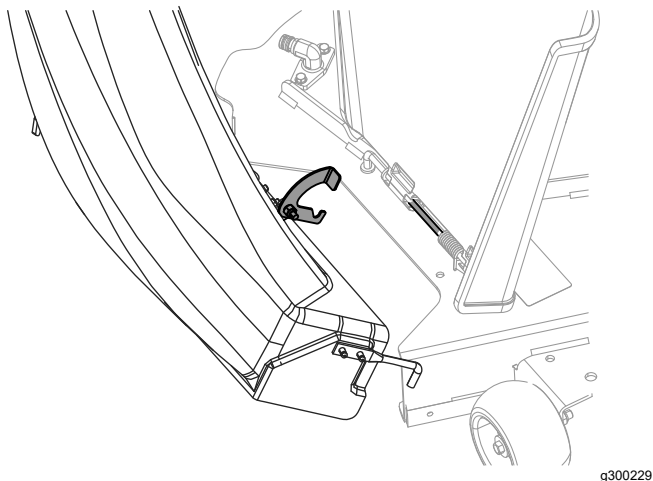

Figure 25
3. Faites pivoter la goulotte en arrière pour la mettre de niveau avec le plateau de coupe (Figure 25).